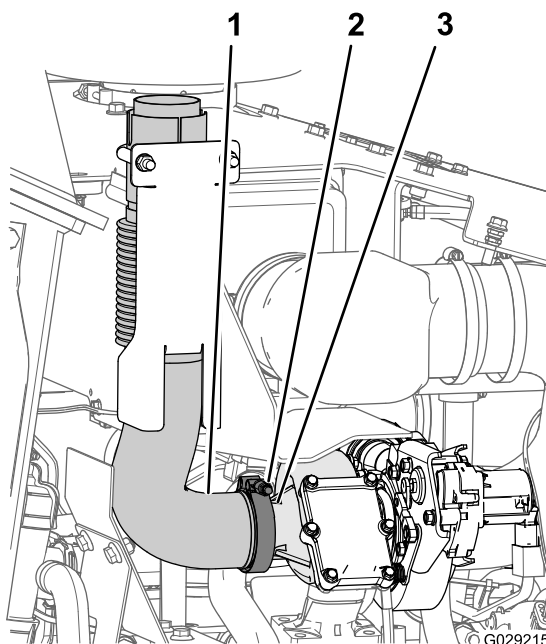

Figura 14
1. Com a abraçadeira tipo caneleira removida no passo 5 do procedimento de Remoção do silencioso e do protetor do escapamento (página 3), instale o novo tubo de escape do turbocompressor no flange de saída do turbocompressor, apertando a porca flangeada apenas o suficiente para manter o tubo alinhado ao turbocompressor (Figura 14).